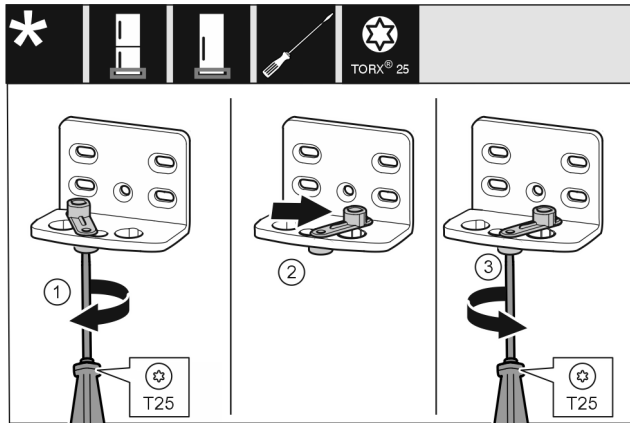

Fig. 13
- ▶ Aflojar el tornillo con el destornillador T25. *Fig. 13 (1)*
- ▶ Levantar el dispositivo auxiliar de cierre y girarlo 90° hacia la derecha en el orificio. *Fig. 13 (2)*
- ▶ Apretar el tornillo con el destornillador T25. *Fig. 13 (3)*